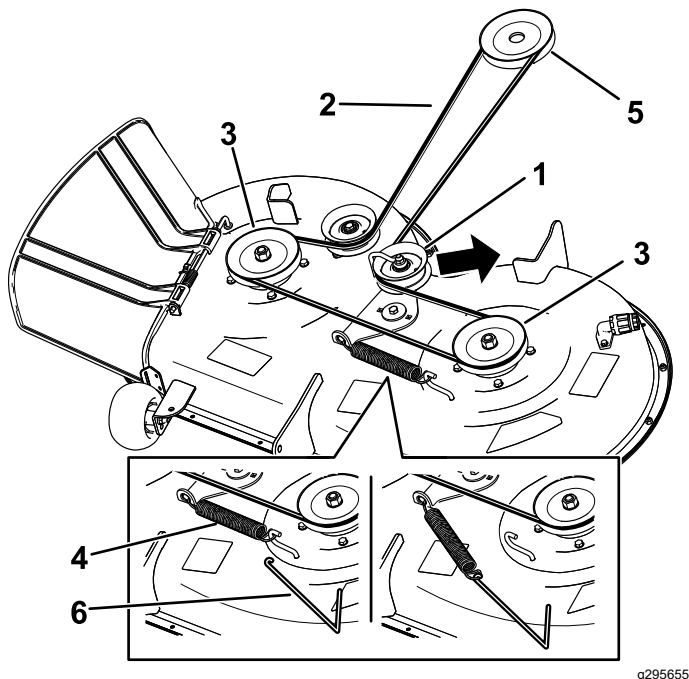

Bild 59
7. Entfernen Sie die Spannscheibenfeder mit einem Werkzeug zur Federentfernung (Toro Bestellnummer 92-5771) vom Mähwerkhaken, um die Spannung von der Spannscheibe zu nehmen, und rollen Sie den Riemen von den Spannscheiben (Bild 59).
8. Verlegen Sie den neuen Riemen um die Motor- und Mähwerkriemenscheiben (Bild 59).
9. Setzen Sie die Spannscheibenfeder mit einem Werkzeug zur Federentfernung (Toro Bestellnummer 92-5771) auf den Mähwerkhaken, um die Spannscheibe und den Mähwerkriemen zu spannen (Bild 59).